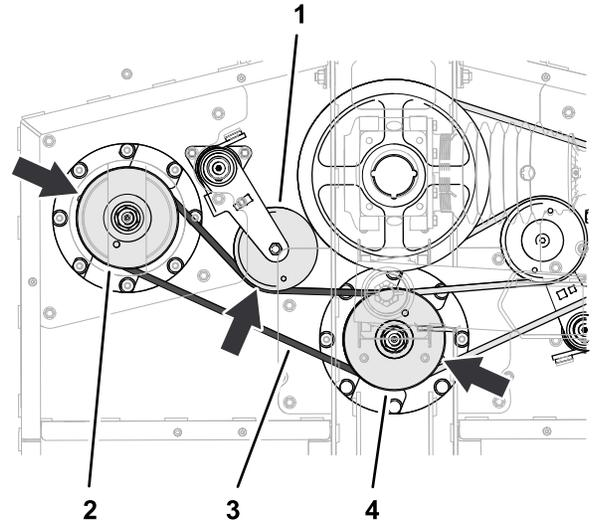

図 67
- 短いベルトを、左スピンドルプーリと、中央スピンドルプーリの下側の溝にセットする 図 67。
- パールなどを使って短いベルトのベルトテンショナを左に回して、テンショナのプーリにベルトを取り付ける 図 67。